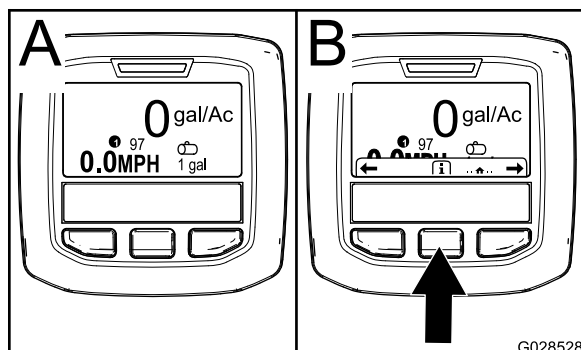

Figura 50
2. Después de unos 15 segundos, aparecerá la pantalla de Inicio; pulse el botón de selección central para mostrar el menú contextual de Información (Figura 50).